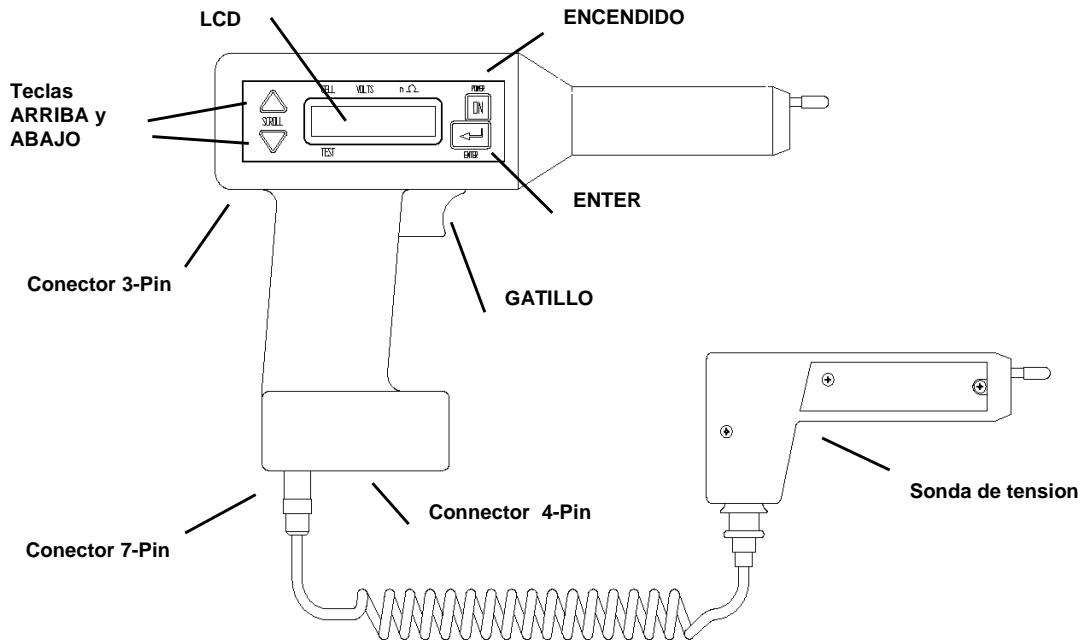

Figura 4-1: Controles, conectores e indicadores del Receptor
- Usando el cable del lector, insertelo en el conector 7-pin del **receptor**. (Ver Figura 4-1 en pagina 28 para localizarlo.)